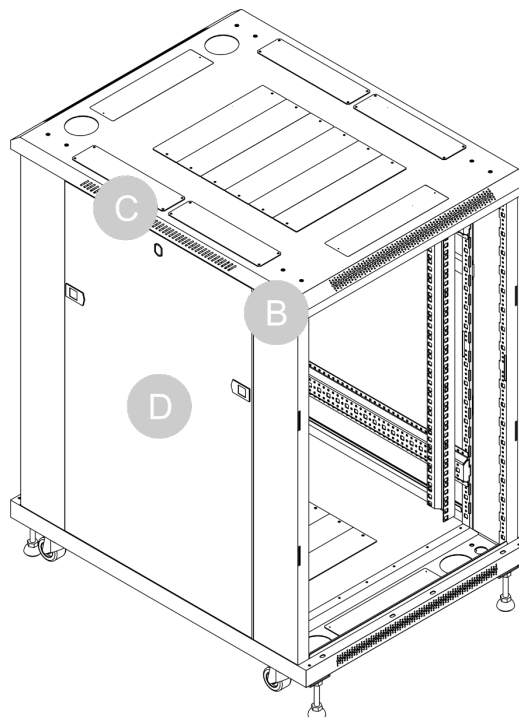

Fig. 38
- 22) Ripetere i passi 19-21 per installare l'altro **pannello laterale (D)**, come illustrato nella Fig. 38.